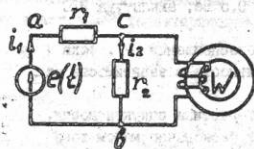
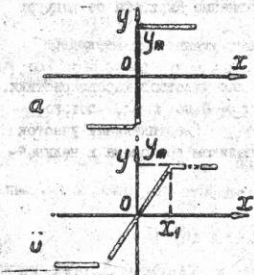

Рис. 35
Рис. 36
**Задача 6.6.** В цепь, состоящую из линейных активных сопротивлений  $r_1, r_2$  и катушки с ферромагнитным сердечником, включен источник ЭДС  $e = E_m \sin \omega t$  (рис. 35). Зависимость  $B(H)$  для материала сердечника катушки показана на рис. 36а, где  $Y_m = B_m = 1 \text{ Тл}$ . Площадь сечения сердечника  $S = 10^{-4} \text{ м}^2$ , число витков  $\omega = 100$ ,  $E_m = 230 \text{ В}$ ,  $r_1 = r_2 = 1000 \text{ Ом}$ ,  $\omega = 5000 \text{ с}^{-1}$ .
дущего примера (см. рис. 35)
**Задача 6.9.** К зажимам источника ЭДС  $e(t) = E_m \sin \omega t$  соединены параллельно активное сопротивление  $r$  и нелинейная емкость (рис. 38), кулон-вольтная характеристика которой изображена на рис. 36, причем  $Y_m = q_m = 10^{-4}$  Кл,  $x_1 = U_1 = 5$  В.